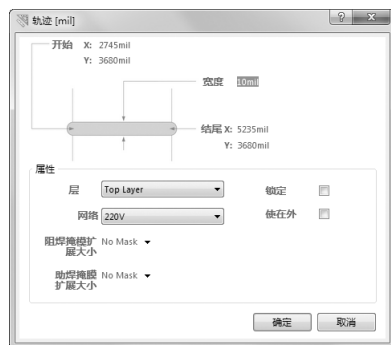

图 16-18 设置导线的属性
(2) 双击绘制的导线打开“轨迹”对话框，在该对话框中将导线的线宽设置为 30 mil。另外，选中“锁定”复选框，还要确定导线所在的板层为“Top Layer”，如图 16-18 所示。最后，单击按钮退出对话框。